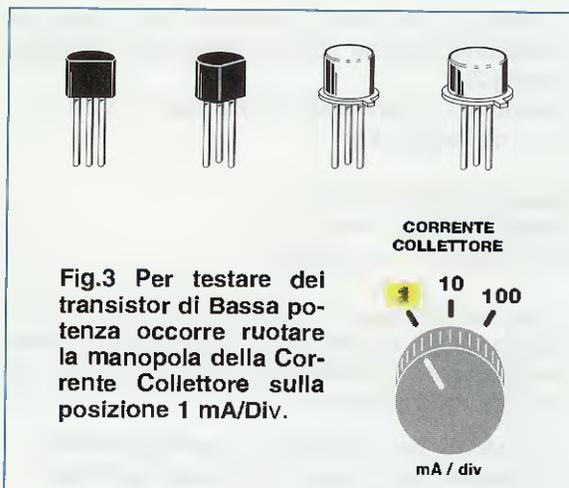

Fig.3 Per testare dei transistor di Bassa potenza occorre ruotare la manopola della Corrente Collettore sulla posizione 1 mA/Div.
**bassa potenza** (vedi fig 3)